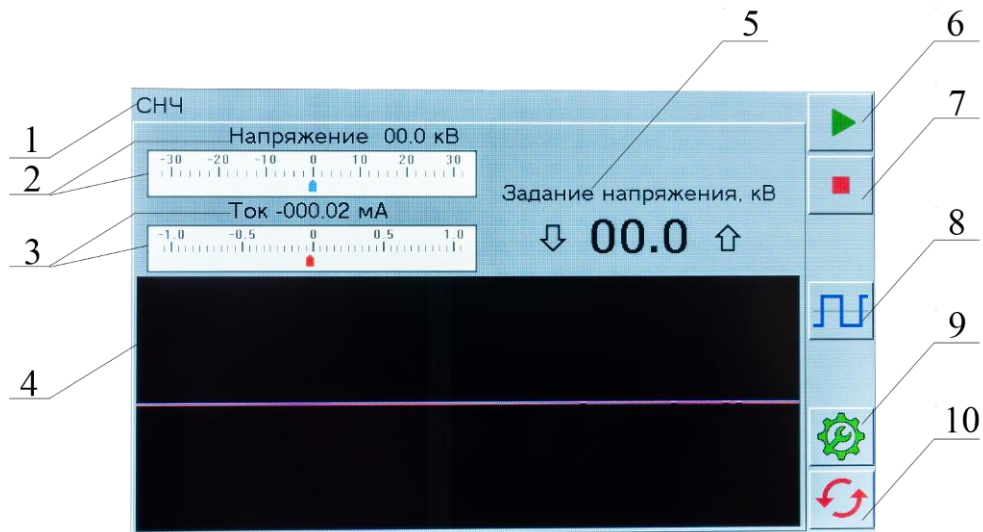

Рис. 9 Основное табло генератора после включения генератора
7.2.9 Режим работы генератора - «Испытание». На цифровом табло рисунок 9 нажмите кнопку 8. При этом в зоне 1 будет сформирован транспарант «Испытание -», кнопка 8 изменит свой вид.
7.2.11 Режим работы генератора - «Прожиг». На цифровом табло рисунок 9 нажмите кнопку 8. При этом в зоне 1 будет сформирован транспарант «Испытание -», кнопка 8 изменит свой вид и дополнительно на цифровом табло будет сформирована кнопка «прож.».
7.2.15 В меню генератора имеется доступ к расширенному меню. Оно состоит из 2 под-меню в которых приведена дополнительная информация о состоянии узлов и блоков генератора. Доступ к расширенному меню осуществляется из основного экрана цифрового табло рисунок 9. Нажмите кнопку 9. В открывшемся экране в окошке «Расш. меню» установите галочку. В нижнем правом углу экрана будет дополнительно сформировано две стрелки для перехода между страницами меню. Для возврата к исходному экрану, рисунок 9 нажмите кнопку «X».